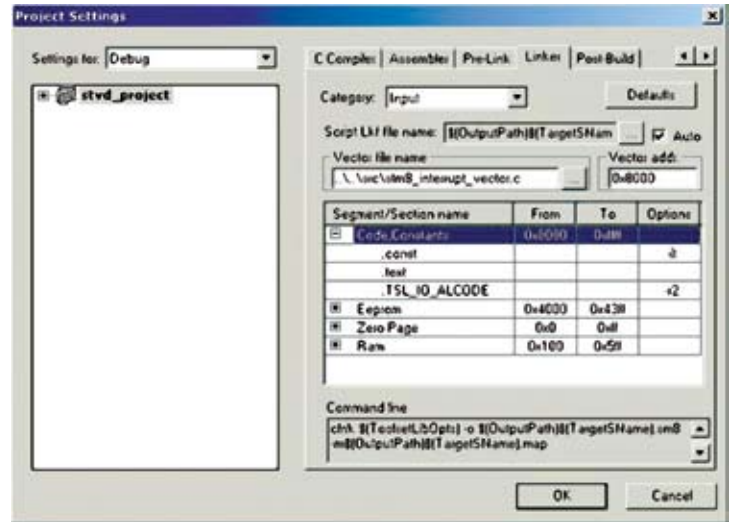

Рис. 10. Конфигурирование сенсорной библиотеки для Cosmic software
- Некоторые функции библиотеки должны быть расположены в памяти по специальным адресам при использовании инструментария Cosmic software (рис. 10):